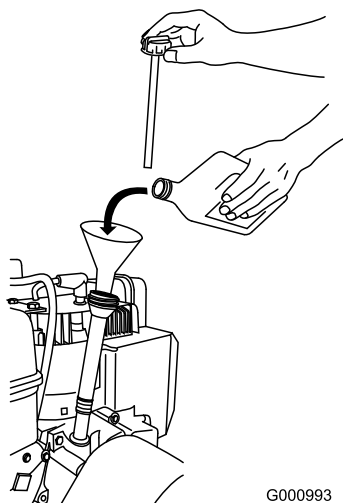

Figura 18
1. Togliete l'asta di livello e versate **lentamente** l'olio nel tubo di riempimento fino a portarne il livello al segno di pieno (Full) sull'asta. **Non riempite troppo.**(Figura 18).